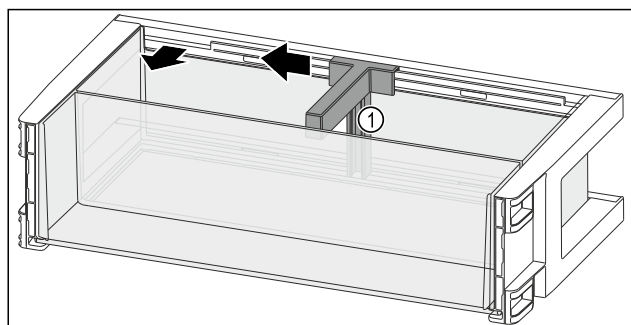

Fig. 143
- Flaschenhalter Fig. 143 (1) bis zur Aussparung zur Seite schieben.
- Flaschenhalter Fig. 143 (1) entnehmen.